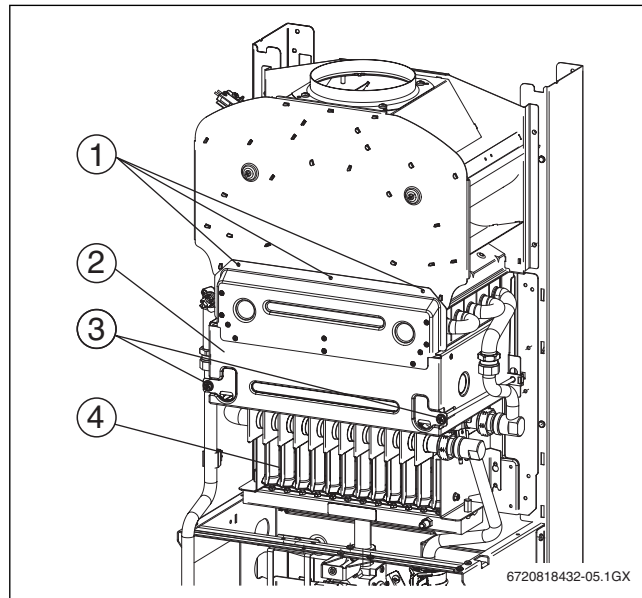

Fig. 57 Ouvrir la chambre de combustion
- ▶ Dévisser les trois vis du haut (→ fig. 57, [1]) et les deux vis du bas [3].
- Retirer la chambre de combustion (→ fig. 57).